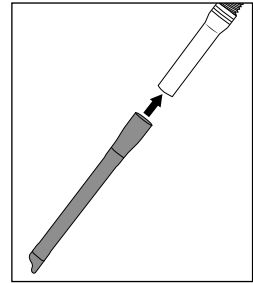

Bild 11
- ◆ Sätt fogmunstycket ② på sugslangen ⑬ för att dammsuga i t ex hörn och fogar (se bild 11).